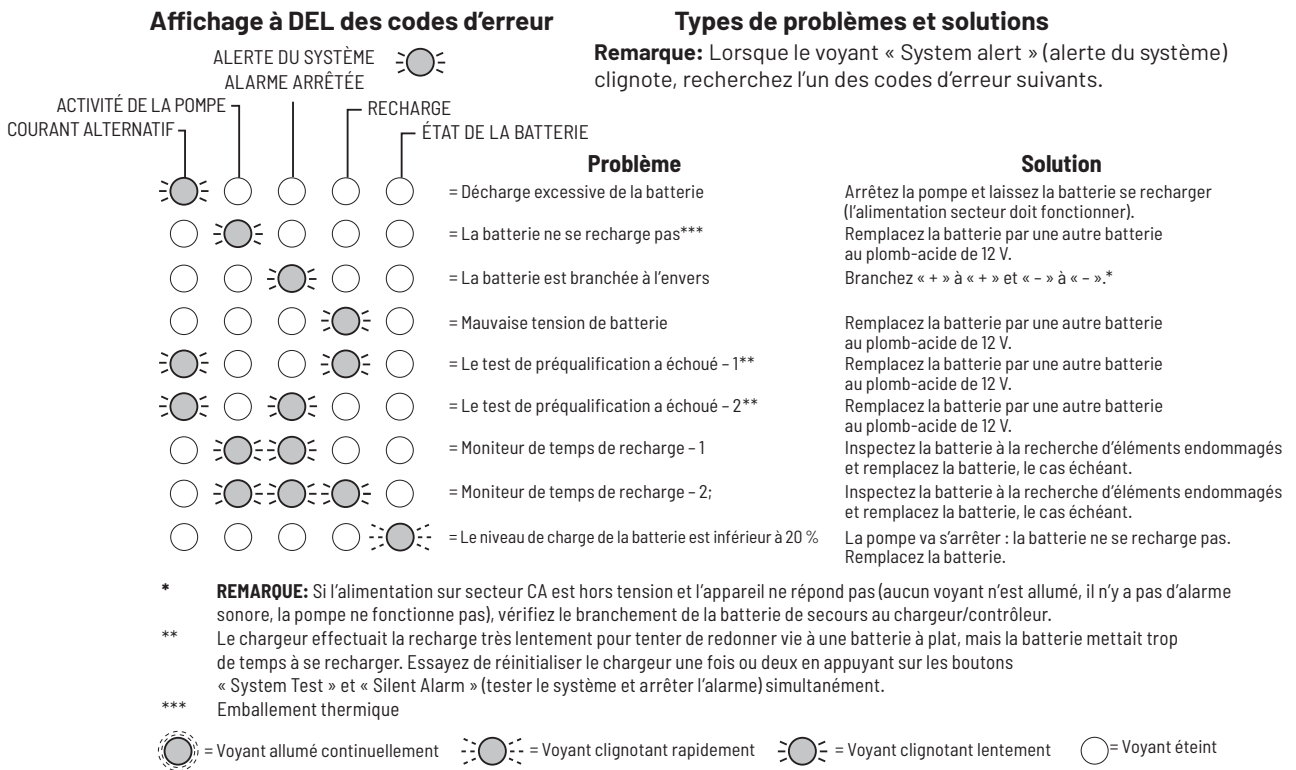

Figure 7 : Affichage des codes d'erreur (voyants clignotants)
- ◆ Lorsque le témoin lumineux « System Alert » (alerte du système) CLIGNOTE, reportez-vous à la figure 7.